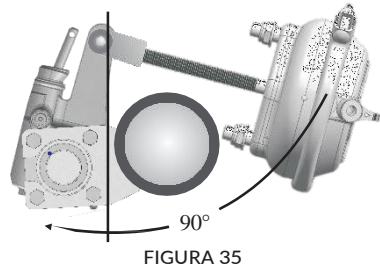

FIGURA 35
- $\pm$  Con los frenos presionados, asegúrese de que el ángulo formado por la varilla accionada y la palanca quede en  $90^\circ$  (Figura 35). Este grado mejora el desempeño (torque) del freno.